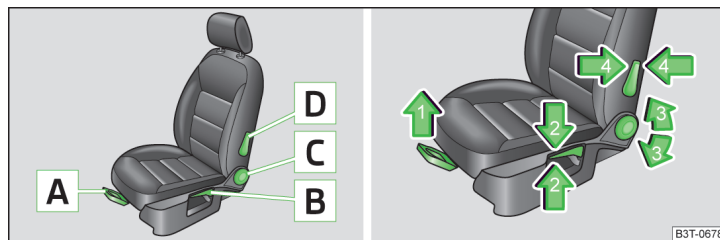

Fig. 65 Elementele de comandă/ reglarea
- Trageți maneta **A** » fig. 65 în sensul săgeții 1 și împingeți scaunul în direcția dorită.
- Trageți, respectiv împingeți repetat maneta **B** » fig. 65 în sensul uneia dintre săgețile 2.
- Eliberați spătarul (nu vă sprijiniți) și rotiți rozeta **C** » fig. 65 în sensul uneia dintre săgețile 3.
- Apăsăți maneta **D** » fig. 65 în sensul uneia dintre săgețile 4.